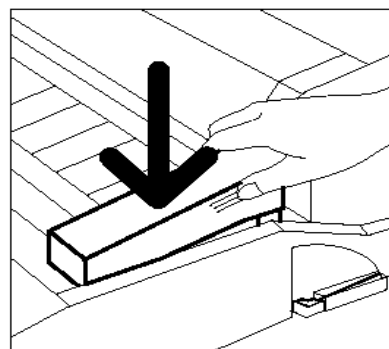

Figure 40 : Installation de la réserve d'huile de four
- 10** Alignez la cartouche avec le transport papier. Enfoncez-la délicatement (voir la figure 40).